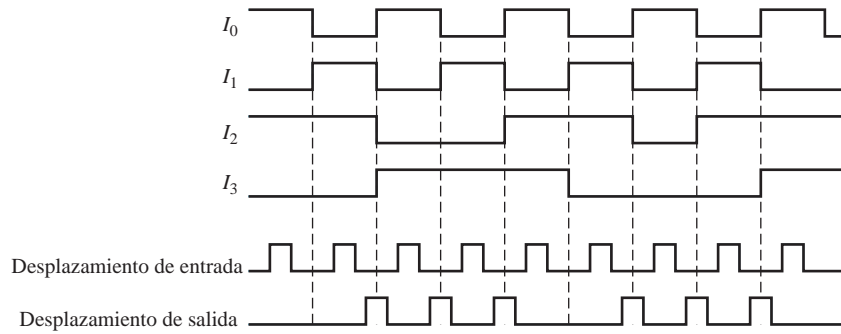

FIGURA 10.85
- 20. Completar el diagrama de tiempos de la Figura 10.85, mostrando las formas de onda de salida, que inicialmente están a nivel BAJO, para una memoria serie FIFO como la mostrada en la Figura 10.49.